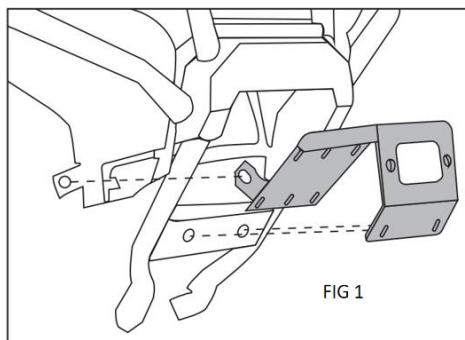

FIG 1
3. Posizionare la staffa di montaggio del verricello sul paraurti anteriore, assicurandosi che i due fori di montaggio sotto il foro passacavo sulla staffa siano allineati con i fori corrispondenti nella parte anteriore inferiore del paraurti . Quindi, allineare le due linguette di montaggio posteriori con alette sulla staffa con i fori di fissaggio del telaio centrale del paraurti . (Vedi Fig. 1 e 2.)